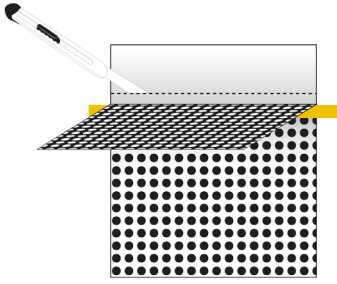

Figure 03
- › Décoller le liner sur le haut jusqu'à cette charnière, couper le liner sans toucher le film MICROGUV. (FIG. 03)